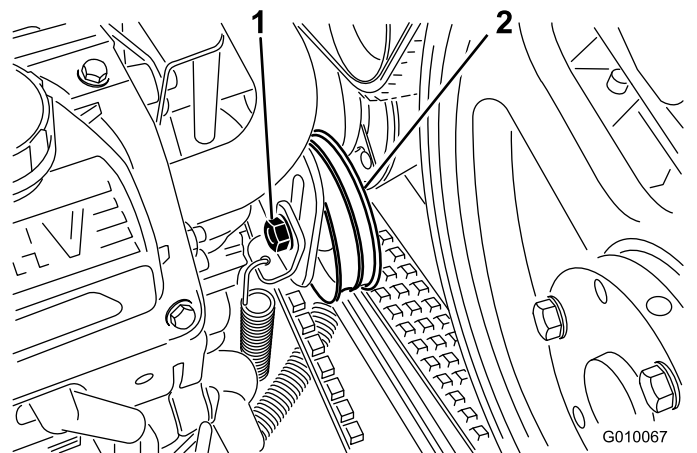

Bild 57
4. Lösen Sie die Spannschraube des Pumpenriemens so weit, dass sie im Einstellschlitz bewegt werden kann (Bild 57).